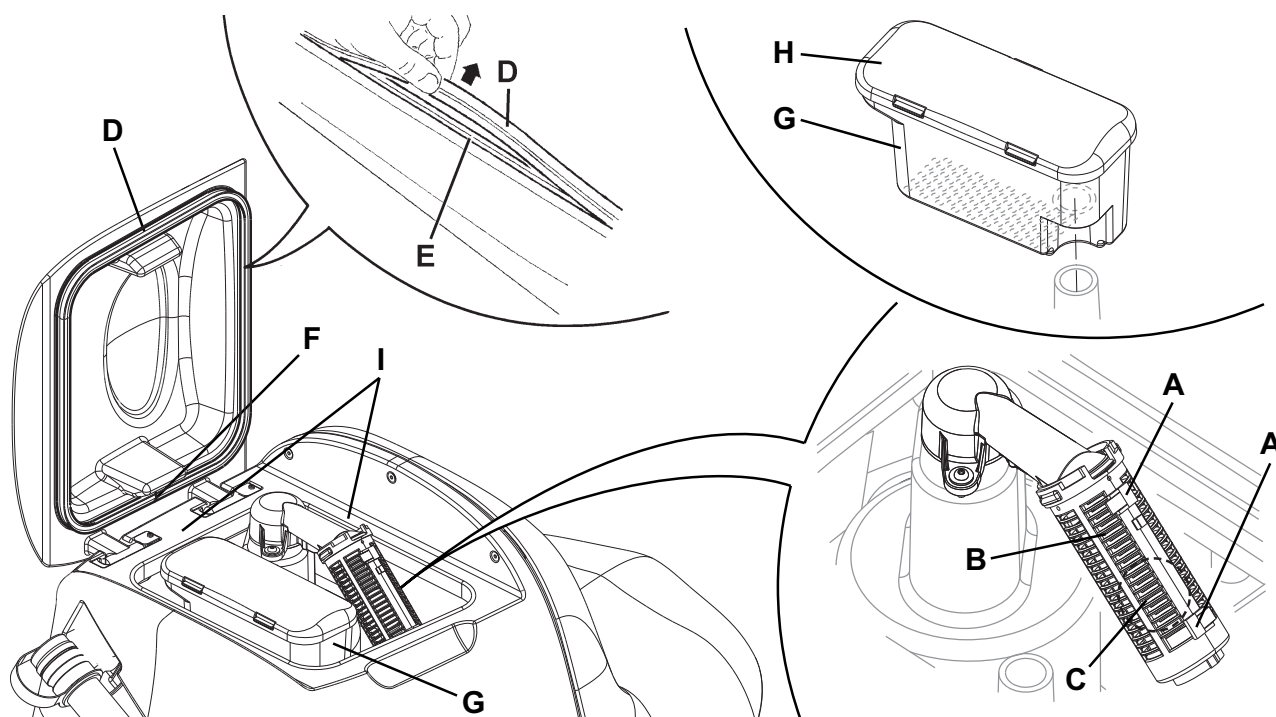

Abbildung 8
5. Ansauggitter (27) reinigen, Haltevorrichtungen (A, Abb. 8) lösen, Gitter (B) öffnen und Schwimmer (C) entnehmen. Sorgfältig reinigen und wieder einbauen.
6. Behälter mit Schmutzfanggitter (26) reinigen, Sammelbehälter (G) herausnehmen und Deckel (H) abnehmen. Sorgfältig reinigen und wieder auf dem Ansaugrohr montieren.
7. Die Unversehrtheit der Deckeldichtung (D) des Tanks prüfen.
*Mit der Dichtung (D) wird der für das Ansaugen des Schmutzwassers erforderliche Unterdruck im Tank aufgebaut.*